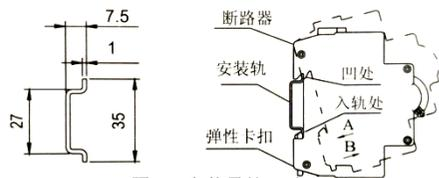

图 1 安装导轨尺寸
- a. 将断路器凹处挂在安装导轨上，然后按图 1 中 A 箭头方向安装。（拆卸方法：用一字螺丝刀将断路器的弹性开口往外拨，然后按图 1 中 B 箭头方向取出。）